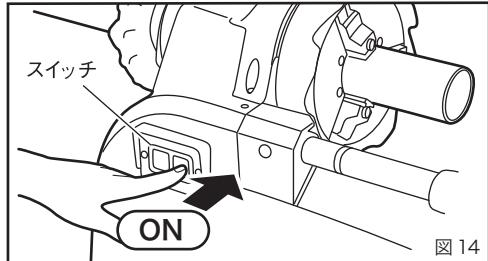
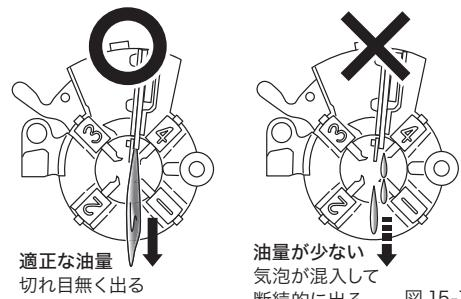

図 14
図 15-1
8. 作業前の点検 (図 14、15)
- ①本体のスイッチを ON にし、主軸を回転させてください。
- ②ダイヘッドから出るねじ切り油が適正な量であることを確認してください。(図 15-1)